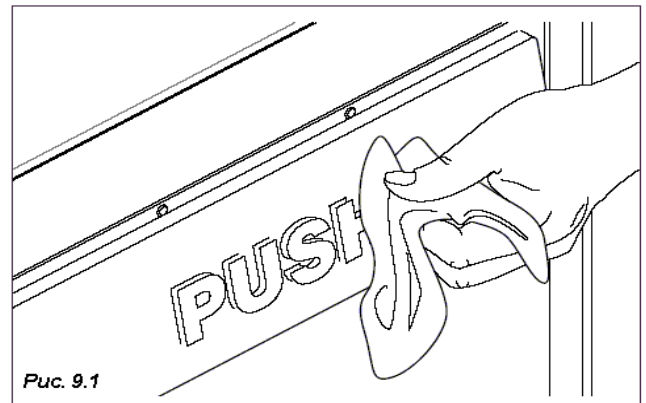

Рис. 9.1
- Очистите все видимые участки в раздаточных зонах (Рис.9.1).